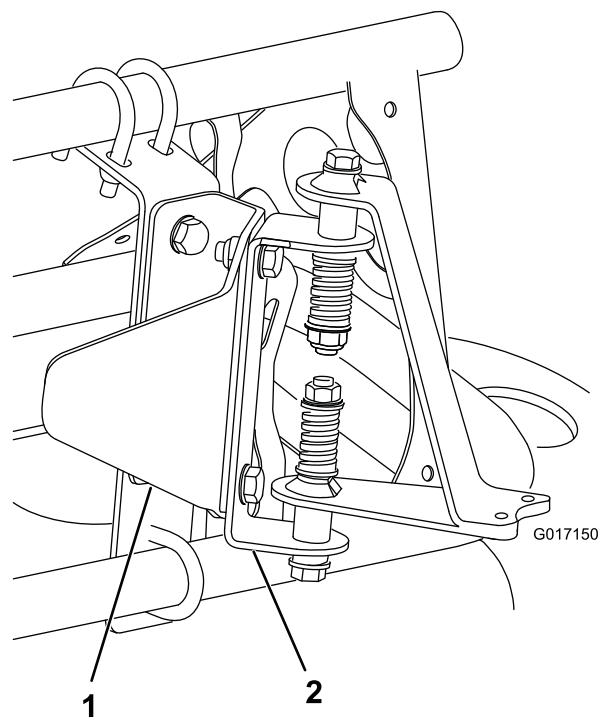
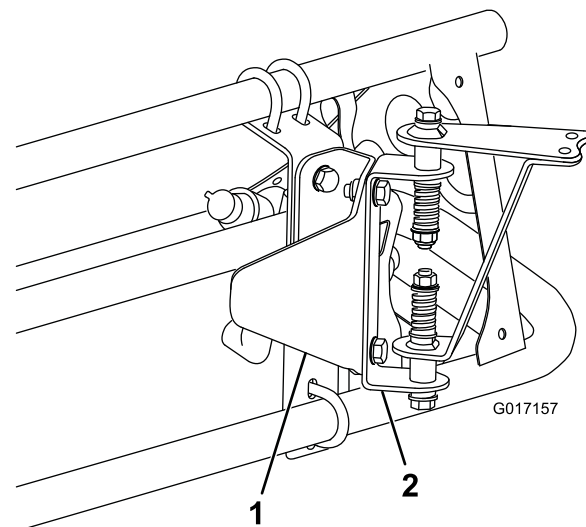

Figura 8
Figura 9
3. Montate sulla staffa di protezione sensore la bulloneria di montaggio del sensore costituita da 2 bulloni (5/16 x 3/4 poll.) e 2 controdadi (5/16 poll.) come mostrato in Figura 8 (per la barra coperta) o Figura 9 (per la barra scoperta).